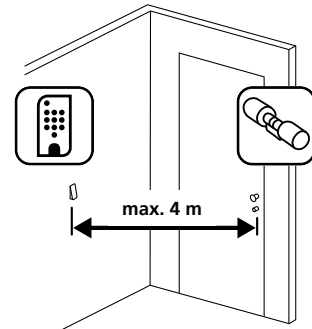

Abb. 1
- 1 Halten Sie die Tastatur an den gewünschten Montageort (Abb. 1).